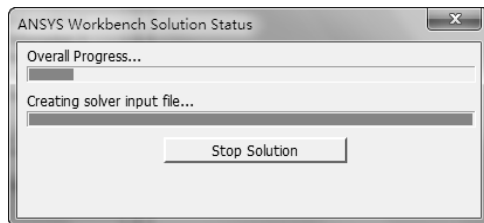

图 12-39 求解进度条
1) 单击工具栏上的【Solve】按钮  Solve ▾, 启动求解, 系统弹出进度条, 表示正在求解。求解完成后进度条自动消失, 如图 12-39 所示。